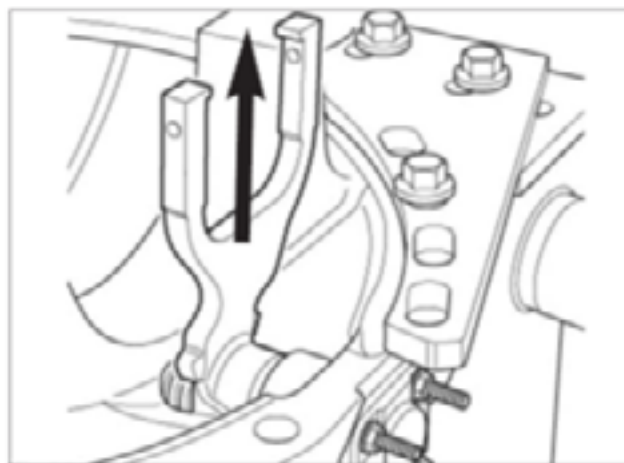

Fig. 5.2
10. Retire cuidadosamente o garfo e a mola totalmente da caixa do diferencial puxando-os para cima (Fig. 5.2).